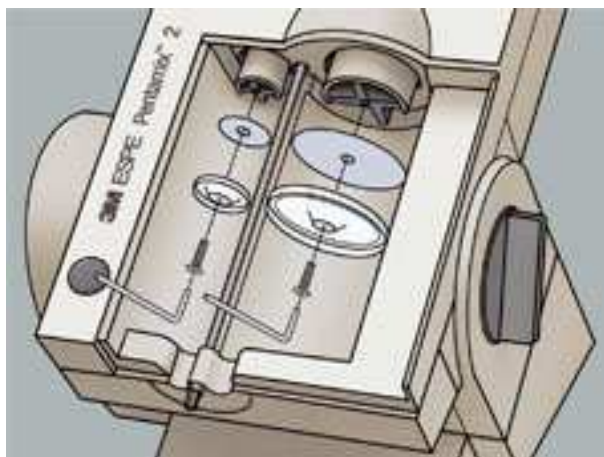

Рис. 14
- ▶ Выключите устройство и отключите его от источника электропитания. Воспользуйтесь универсальным гаечным ключом, чтобы удалить винт, находящийся в центре диска поршня. Удалите диск и ввинтите новый (рис. 14).
При замене дисков поршней убедитесь в их правильном выравнивании (см. рис. 14), чтобы предотвратить повреждения пакетов из фольги.